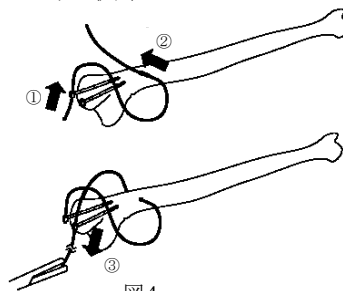

図4
- 4) CS ピンのケーブルホールと骨孔の間でケーブルが交差するよう、①ケーブルホール、②骨孔、③ケーブルホールの順でケーブルを通します。ケーブル挿通後、CS ピン用レンチアダプタ（1穴）で手動的にCS ピンを骨面まで密着させます。（図4）